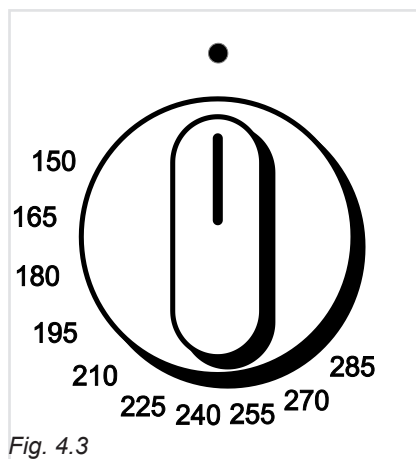

Fig. 4.3
L'afflusso del gas al bruciatore è regolato da un termostato (fig. 4.3) che ha la funzione di mantenere costante la temperatura all'interno del forno. Ciò è ottenuto per mezzo di un bulbo, posto all'interno del forno, che deve essere sempre posizionato correttamente nel suo alloggiamento e deve essere sempre mantenuto pulito per effettuare il corretto rilevamento della temperatura. Inoltre, il termostato è dotato di una valvola di sicurezza che, allo spegnersi della fiamma, chiude automaticamente l'erogazione di gas.
I numeri, stampigliati sul pannello comandi (fig. 4.3), indicano in modo crescente la temperatura del forno. La temperatura viene mantenuta costante sul valore regolato.
2. Modelli senza accensione elettrica: Avvicinare una fiamma al foro centrale "A" della base del forno (fig. 4.2). Premere a fondo la manopola del termostato gas (fig. 4.3) e tenendola sempre premuta ruotarla in senso antiorario fino alla posizione massima.
5. Regolare la manopola del termostato gas (fig. 4.3) sulla temperatura desiderata.